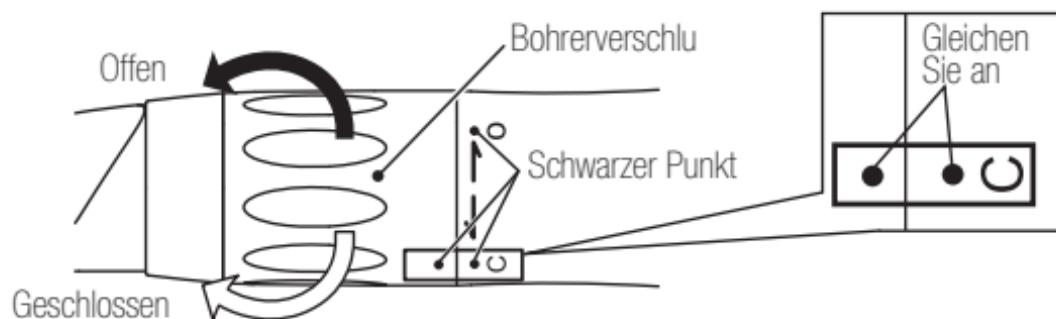

Abb. 1
- 1) Drehen Sie den Bohrerverschlussring in Richtung der Markierung [O], bis es klickt. (Abb. 1)